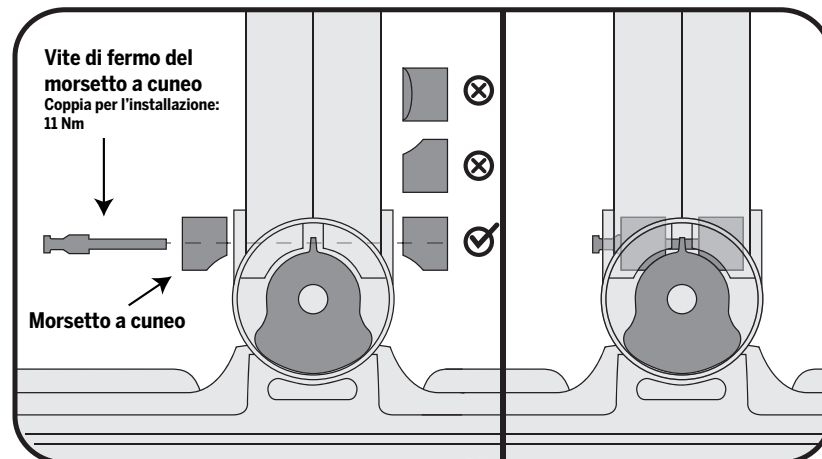

Figura 2. Verificare che il morsetto a cuneo sia installato con il lato curvo rivolto verso il basso
5. Verificare che i morsetti a cuneo siano installati correttamente con il lato curvo rivolto in basso sui lati della base del montante LeanSteer. Ogni morsetto a cuneo deve essere installato correttamente nel mozzo dello snodo. Vedere la Figura 2 e consultare la sezione Avvertenza all'inizio di questo documento.